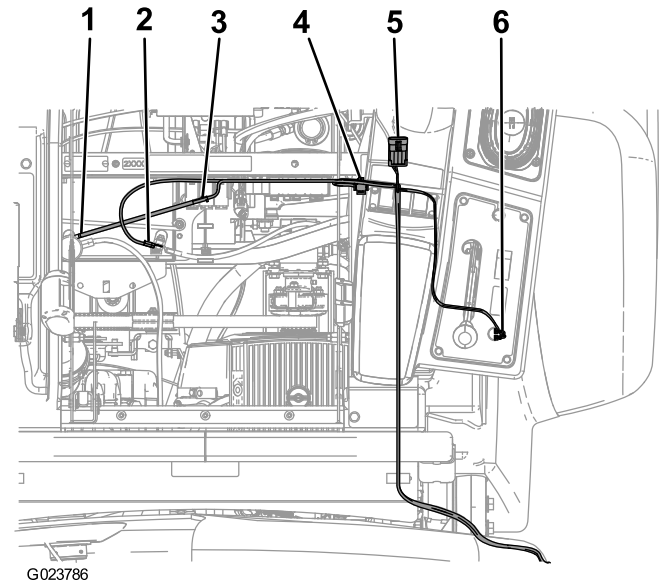

Figure 4
7. Connectez le bouton du dévidoir au faisceau, et montez le bouton et l'écrou étanche sur le panneau de console arrière (Figure 4).
9. Branchez le connecteur proche dans la prise du dévidoir sur le faisceau principal situé sous la partie avant du bras de commande (Figure 4).
11. Reliez l'élément fusible au fil rouge branché à la borne positive (+) de la batterie (Figure 4).
12. Raccordez l'autre extrémité du faisceau à la masse du porte-fusibles (Figure 4).